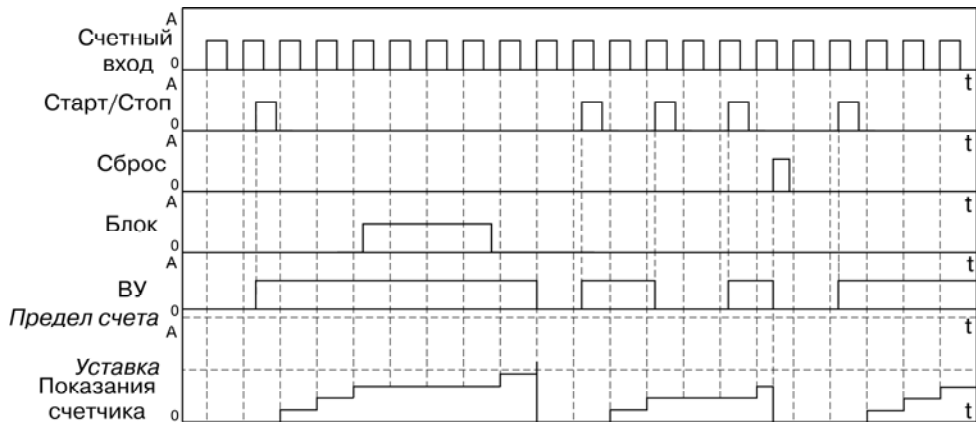

Рисунок 3.11
- тип работы по сигналу «Сброс» – «Сбросить счетчик и ждать сигнала «Старт» ($rSt =StOP$) (рисунок 3.11).